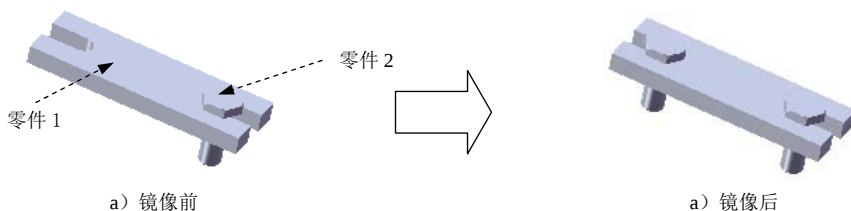

图 4.6.1 镜像复制
在装配体中，经常会出现两个部件关于某一对称的情况，这时不需要再次为装配体插入相同的部件，只需将原有部件进行镜像复制即可，如图 4.6.1 所示。镜像复制操作的一般过程如下：
Step4. 确定要镜像的零部件。在图形区选取图 4.6.1 所示的零件 2 为要镜像的零部件。